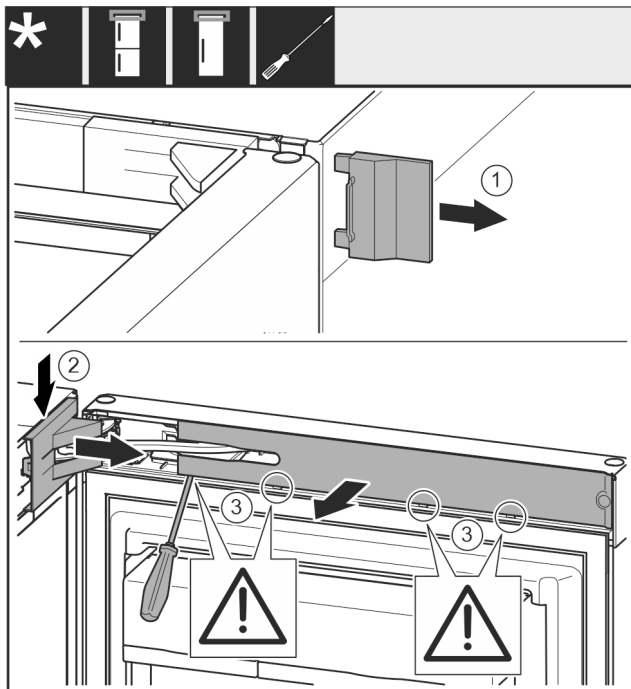

Fig. 7
- ▶ Detașați apărătoarea exterioră. Fig. 7 (1)
- ▶ Deblocați și desfaceți apărătoarea suporturilor de lagăr. Detașați apărătoarea suporturilor de lagăr. Fig. 7 (2)
- ▶ Deblocați masca cu șurubelnița plată și pivotați-o în lateral. Fig. 7 (3)